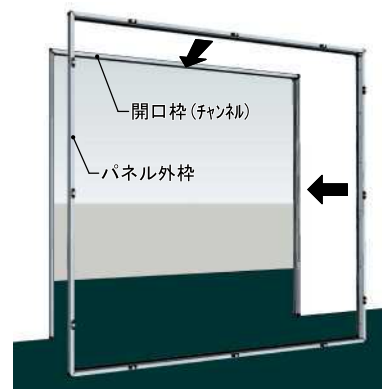

図2-2
- 2-2 組み上がったパネル外枠を開口枠(チャンネル)内に嵌め込み、四方枠の場合には、下枠の床面への取り付け穴の位置に印をして、一旦パネル外枠を外します。(三方枠の場合には外す必要はありません。)(図2-2参照)